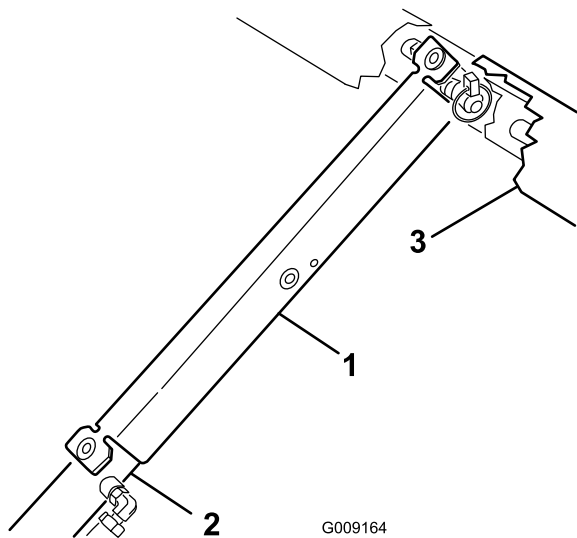

Figura 7
7. Spingete il supporto del pianale sull'asta del cilindro, assicurandovi che le alette alle estremità del supporto poggino sull'estremità della canna del cilindro e sull'estremità dell'asta del cilindro (Figura 7).